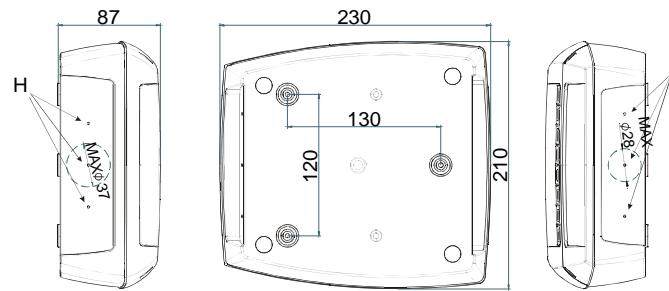

FIG. 3
3. Maak de kabeldoorgangen aan de onderzijde door gebruik te maken van de centers die reeds aanwezig zijn (Fig. 3, H, I, J). Maak nu de gaten in de muur voor de bevestiging van de kast (Fig. 3, L, M, N).
5. Bevestig nu de achterzijde van de kast aan de muur gebruik makend van de dichtingsringen (Fig. 3, L, M, N).
5. Maak de kabeldoorgangen aan de onderzijde door gebruik te maken van de centers die reeds aanwezig zijn (Fig. 3, H, I,).